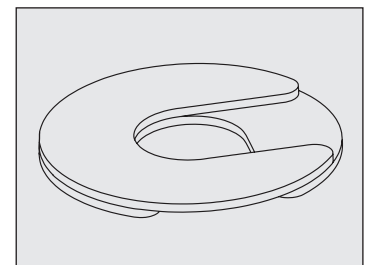

Fig. 10. Instalar varias calzas con ranuras de desplazamiento.
- Si se usa más de una calza, asegúrese de que estén giradas 90 ° entre sí. Véase la fig. 10.
- **NO** utilice más de cuatro (4) calzas en una misma rueda.